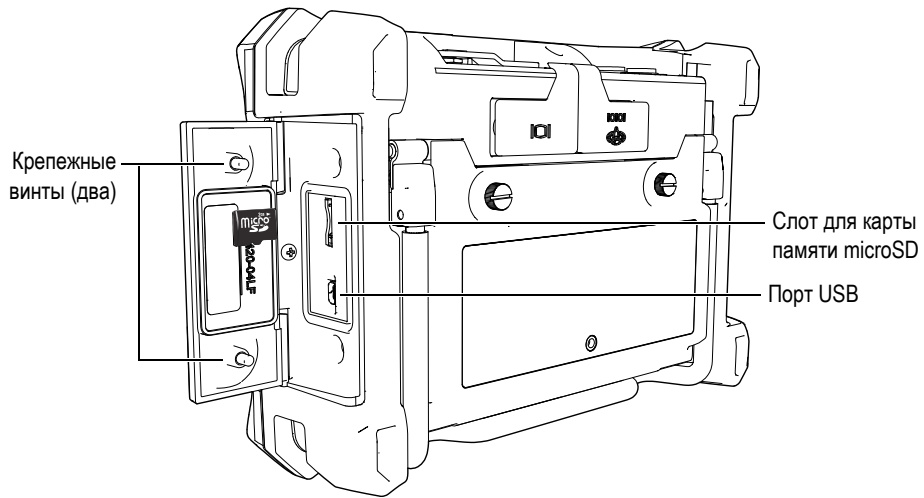

Рис. 1-13 Установка карты памяти microSD
2. Ослабьте крепежные винты и откройте боковую дверцу Magna-Mike 8600 (см. Рис. 1-13 на стр. 33).